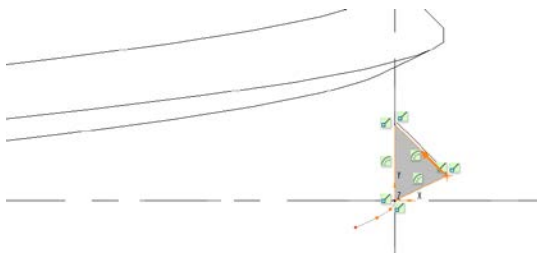

图 13-97 绘制起点剖面
④ 在“扫描混合”选项卡中打开“截面”面板，默认截面位置为“开始”，接着在“截面”面板中单击“草绘”按钮，进入草绘模式。
⑤ 执行草绘工具中的“投影”按钮绘制起点剖面，如图 13-97 所示，然后单击“确定”按钮。起点剖面不旋转。